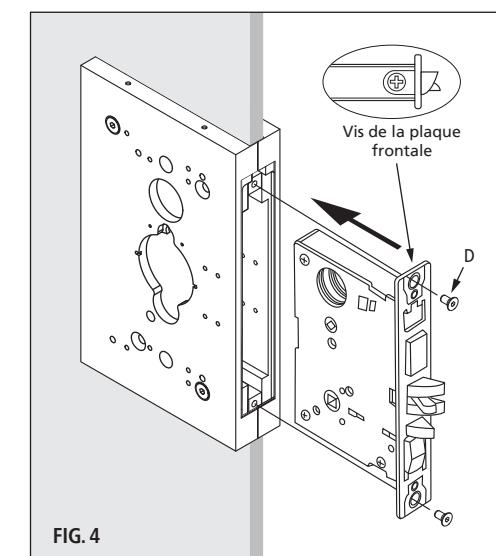

FIG. 4
- b. Placez le boîtier de la serrure dans la cavité et fixez-le sans serrer aux entretoises n° 2a et n° 2b à l'aide des vis fournies (D), comme illustré (Figure 4).
- ⚠ d. Une fois l'alignement effectué : serrez à fond les 4 vis du boîtier (A) de chaque côté du boîtier.
- e. Serrez à fond les deux vis du corps de serrure (D).